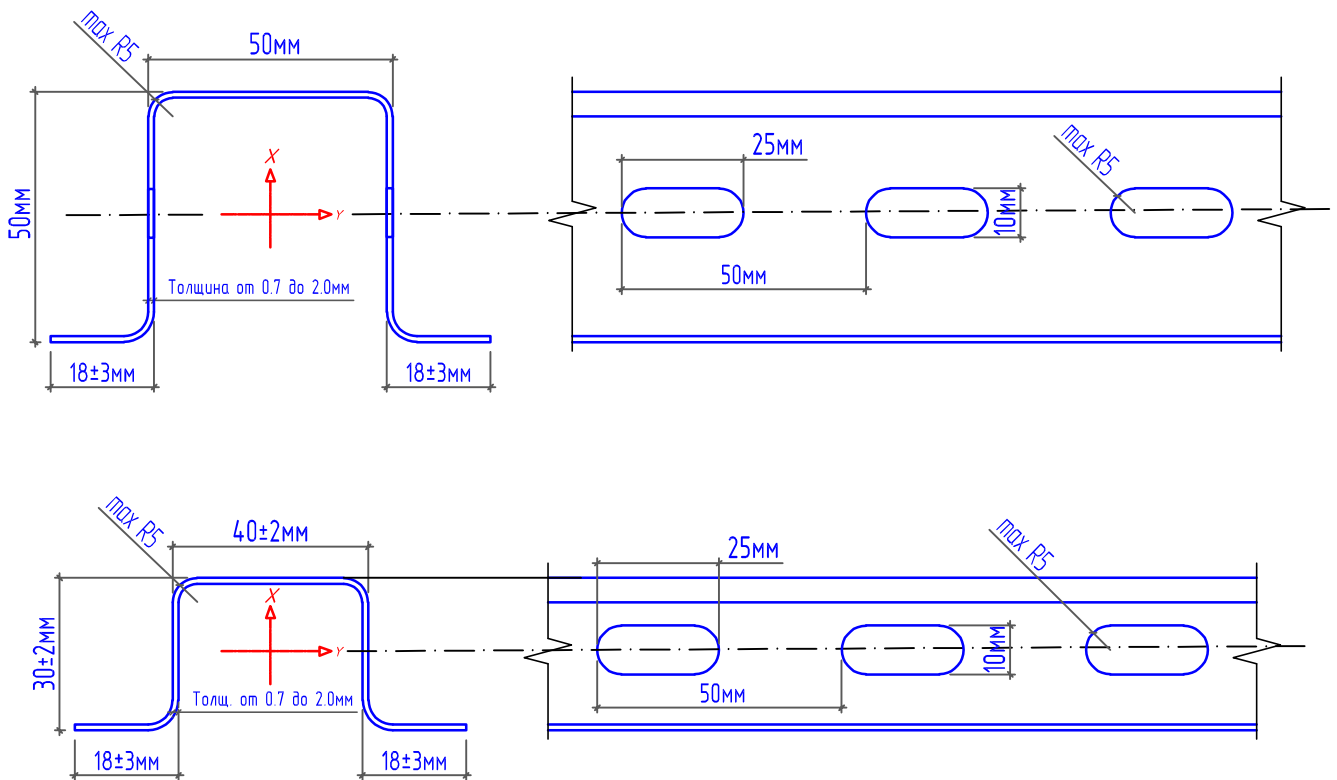

Рис.6 Схема перфорации омега-профиля
1. По боковым стенкам профиля ГПО может быть нанесена сквозная перфорация, в виде отверстий в форме эллипса. Схема перфорации изображена на рис.6. При нанесении на профиль ГПО перфорации, к наименованию профиля прибавляется характеристика «с перфорацией»